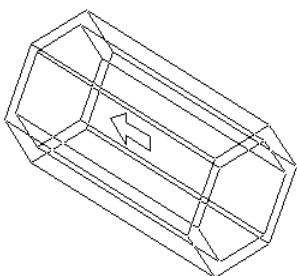

Рис. 120
9. В появившемся диалоговом окне Параметры (см. рис.120) для выдавливания трехгранной призмы задайте параметр глубины шестигранной призмы – На расстояние 100мм. Для операции «тонкой стенки» «создать тонкую стенку» толщиной 5мм (см. рис.121)*.